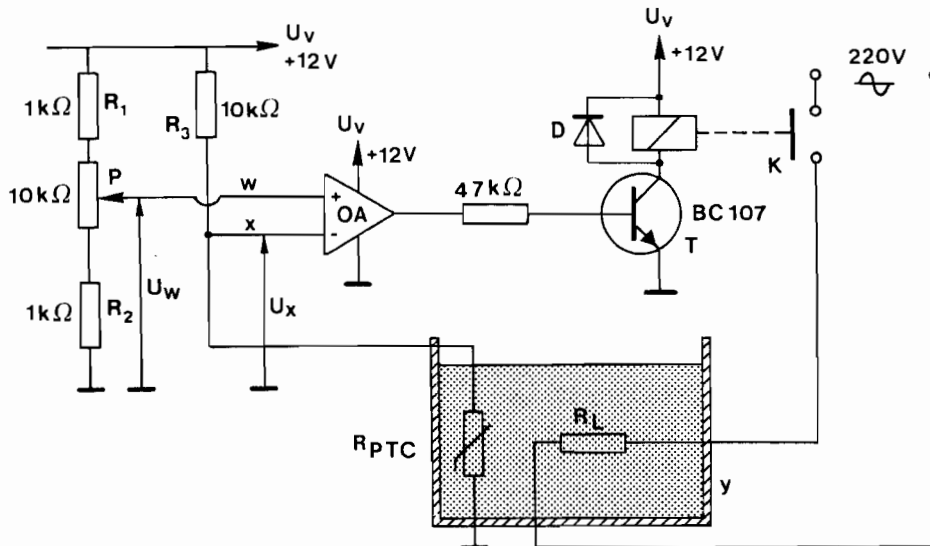

Fig. 1.8 Elektronische aan-uitregelaar
Het is de bedoeling om met de schakeling van fig. 1.8 de temperatuur van een vloeistof in een tank constant te houden. Het elektrisch vermogen dat aan de verwarmingsweerstand R_L wordt toegevoerd, kan in- en uitgeschakeld worden door het contact K van het relais. Dit relais wordt in- en uitgeschakeld door het al of niet in geleiding treden van de transistor T. De transistor gaat in geleiding als de uitgang van de operationele versterker (OA) hoog ($\approx +11$ volt) staat. De transistor gaat in sper als de uitgang van de OA laag staat ($\approx +1$ volt). De temperatuur van de vloeistof wordt gemeten door een weerstand met positieve temperatuurcoëfficiënt of ook PTC-weerstand genoemd.